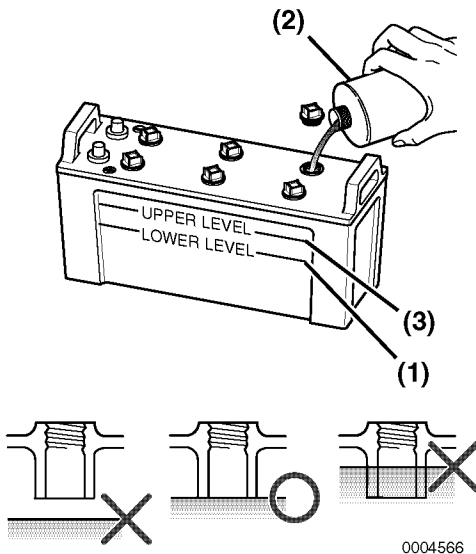

Figura 12
4. Si el nivel es inferior al nivel mínimo de llenado (**Figura 12, (1)**), rellene con agua destilada (**Figura 12, (2)**) (disponible en el mercado) hasta el límite superior (**Figura 12, (3)**) de la batería.